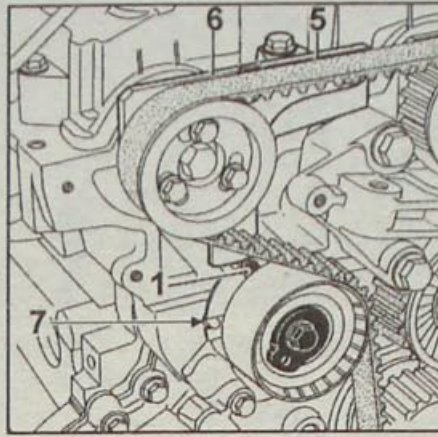
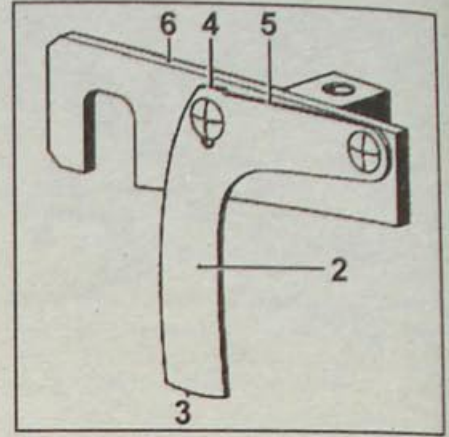
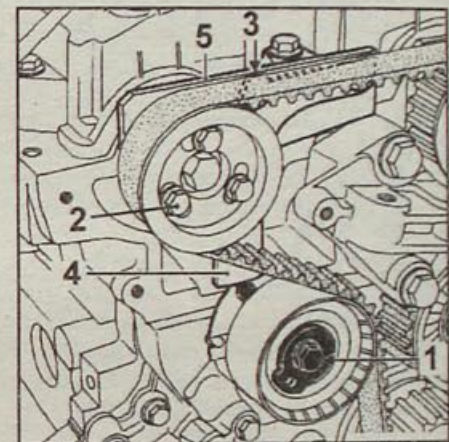

Рис. 4.12. Установка ремня привода газораспределительного механизма:
Рис. 4.13. Приспособление Mot. 1537:
Рис. 4.14. Регулировка натяжения ремня привода газораспределительного механизма:
- Установите автоматический натяжной ролик, не затягивая болт его крепления и следя за правильным положением паза (7, рис. 4.12) ролика на шплинте.
- Принцип действия приспособления для регулировки и фиксации выпускного распределительного вала: подвижная метка (1, рис. 4.12) нажимает на нижний торец (3, рис. 4.13) скобы (2). На верхней кромке скобы имеется два ребра (4) и (5), которые при совмещении с кромкой (6) неподвижной части приспособления повторяют положение указателя натяжного ролика.
- Отрегулируйте положение натяжного ролика, повернув эксцентрик ролика против часовой стрелки, затем еще примерно на 5°, совмещая кромки (5) и (6).
- Затяните болт (1, рис. 4.14) крепления натяжного ролика и болты (2) крепления зубчатых шкивов распределительных валов моментом 10 Н·м.
- Ослабьте затяжку болта (1, рис. 4.14) крепления натяжного ролика, удерживая эксцентрик шестигранным ключом на 6 мм.
- Поверните эксцентрик натяжного ролика по часовой стрелке до совмещения торца ребра (3, рис. 4.14) лапки (4) с верхней кромкой (5) неподвижной части приспособления Mot. 1537.
- Затяните болт крепления натяжного ролика моментом 25 Н·м (рис. 4.14).
- Затяните болты крепления зубчатых шкивов распределительных валов моментом 10 Н·м (рис. 4.14).